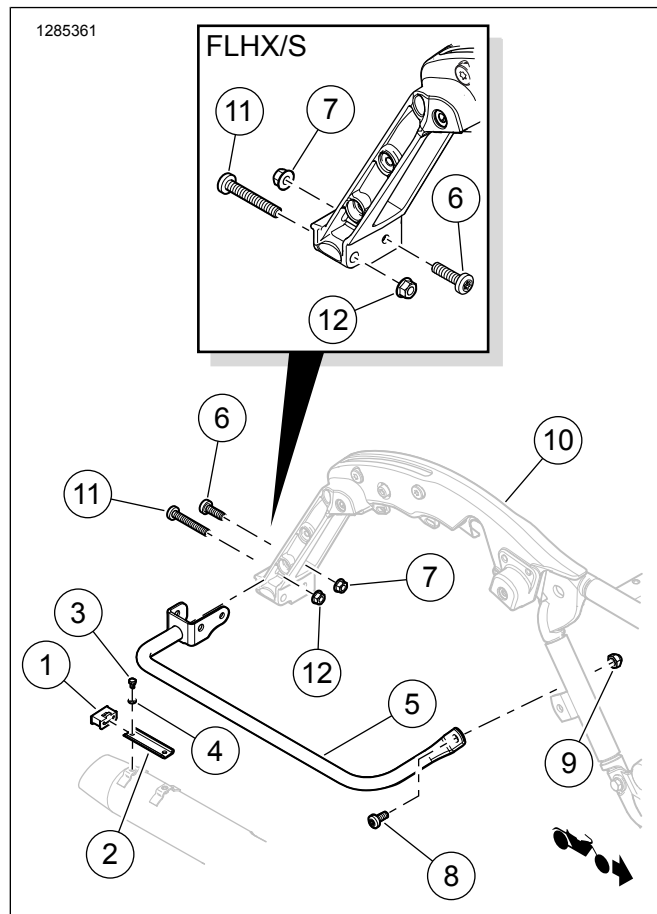

Figure 2. Retirer le support de sacoche (côté droit représenté)
1. Voir la figure 2. Détacher le tube de support de sacoche existant du silencieux.
- a. Retirer et conserver les vis à tête hexagonale (3), les rondelles (4), le support en caoutchouc (1) et le support (2) de fixation du silencieux au tube de support de sacoche (5).
- a. Retirer la vis (6) et l'écrou autobloquant (7) retenant l'arrière du tube de support de sacoche à l'élément moulé de support de sacoche (10).
- b. Conserver la vis (6) pour la réutiliser ultérieurement.
- c. Éliminer l'écrou (7).
- a. Retirer la vis (8) et l'écrou de serrage (9) retenant l'avant du support de sacoche.
- b. Conserver la vis (8) pour la réutiliser ultérieurement.
- c. Éliminer l'écrou (9).